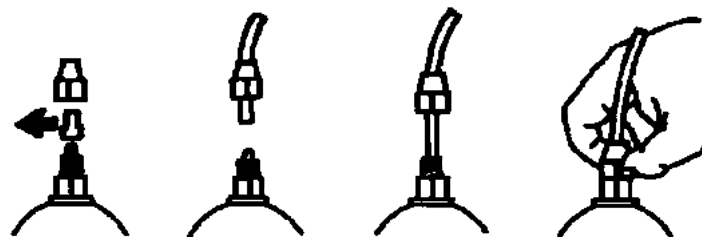

Abb. 7
- e.- Die beiden Schutzkappen von den Anschlüssen entfernen, die Leitungen an den entsprechenden Kegelanschlüssen vollständig einführen und mit den zugehörigen Nutmuttern befestigen (Abb. 7).